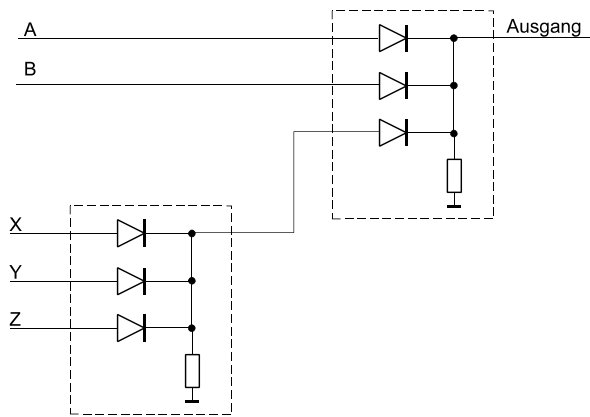

Abb. 2
3. Spezialisten leisten was Besonderes... In einer Steuerschaltung war eine ODER-Verknüpfung von drei auf fünf Eingangssignale zu erweitern. Hierzu wurden zwei Diodenbausteine so hintereinandergeschaltet, wie in Abb. 2 gezeigt. Wird das richtig funktionieren? Erläutern Sie ggf. das Problem und schlagen Sie eine (möglichst einfache) Änderung vor (ggf. in die Abbildung einzeichnen). (8 Punkte)